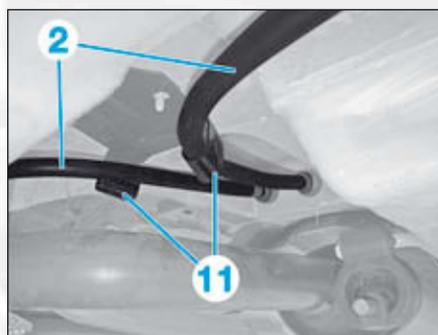

FIG.26
- Dégrafer les câbles de frein de stationnement (2) en (11) (Fig.26).
- Déposer les câbles de frein de stationnement (2).